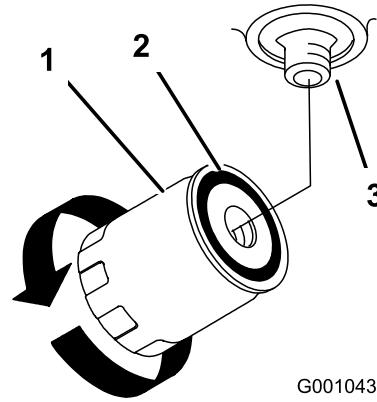

Figura 51
4. Individuate il filtro sotto la base del motore e collocate una bacinella di spурgo sotto il filtro (Figura 51).
5. Togliete il filtro usato e tergete la superficie della guarnizione del riduttore del filtro (Figura 51).
9. Quando il filtro idraulico è pieno, giratelo in senso orario finché la guarnizione di gomma non tocca l'adattatore, quindi serrate il filtro di un ulteriore 1/2 giro (Figura 51).